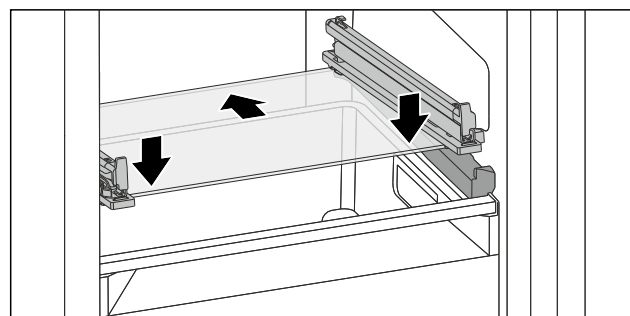

Fig. 108 Glasplatte des abklippbaren Schubfachs
- Glasplatte schräg hinter den Stopperrn aufsetzen. (zie Fig. 108)